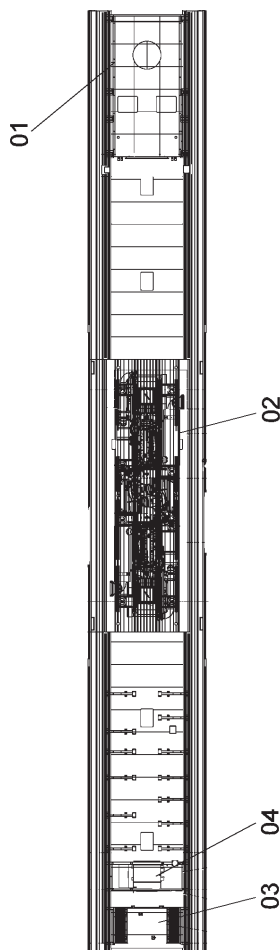

Figura 2-12a. Coches Remolque
2.4.2 Coches Remolque (figura 2-12a)